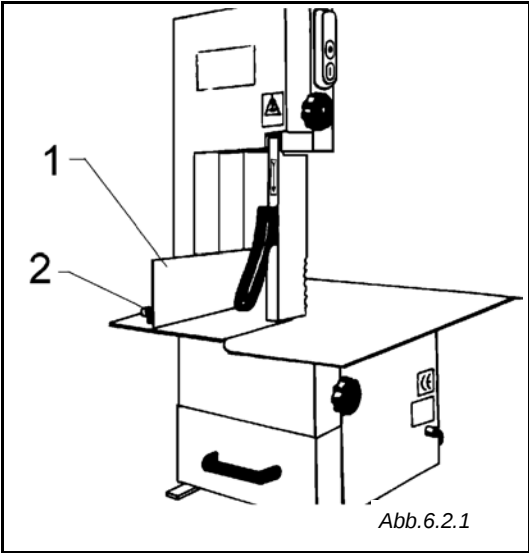

Abb.6.2.1
6.2 Réglages préliminaires (Fig. 6.2.1)